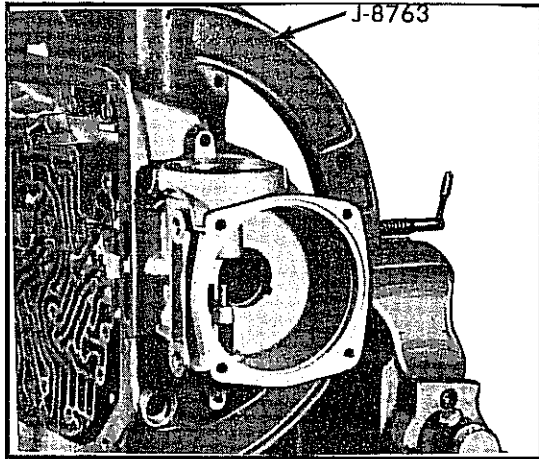

Abb. 10-163 Anbringung des Getriebegehäuses in der Haltevorrichtung
- Das Getriebe an der Getriebehalterung (J-8763) einsetzen und im Schraubstock befestigen. Siehe Abb. 10-163.
Siehe Abb. 10-163.